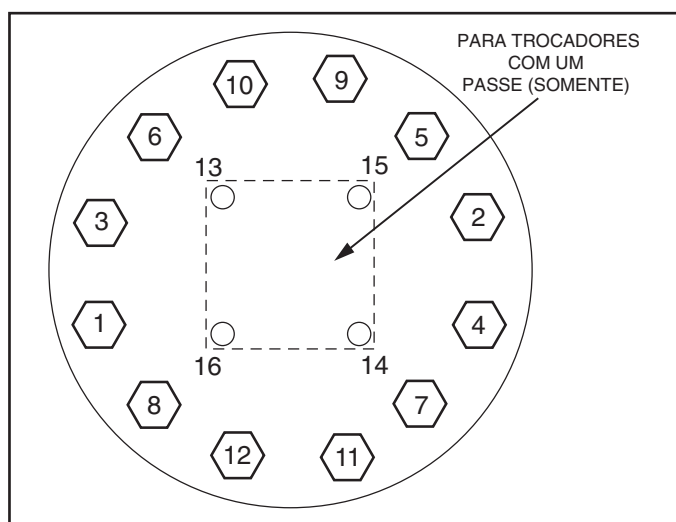

Figura 31 - Sequência de Aperto Recomendada dos Parafusos do Cabeçote do Evaporador
2. A sequência de aperto dos parafusos é descrita na Figura 31. Siga a numeração ou seqüência de letras de modo que a pressão seja aplicada uniformemente ao O-ring.